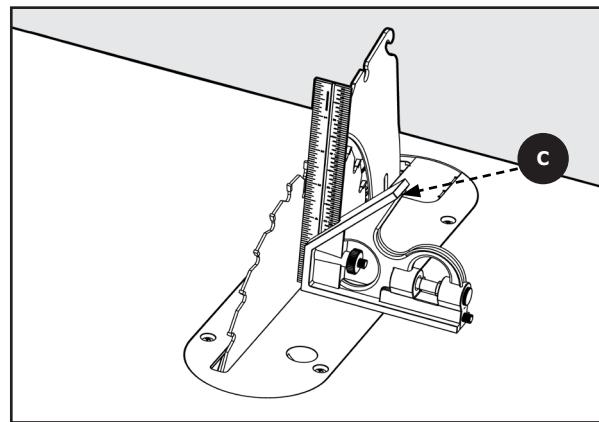

Figura 24
3. Usando una escuadra **C**, compruebe el ángulo de la parte frontal de la hoja con la mesa cuadrado de combinación en la Figura 24. Confirme la hoja está a 90° con la mesa.